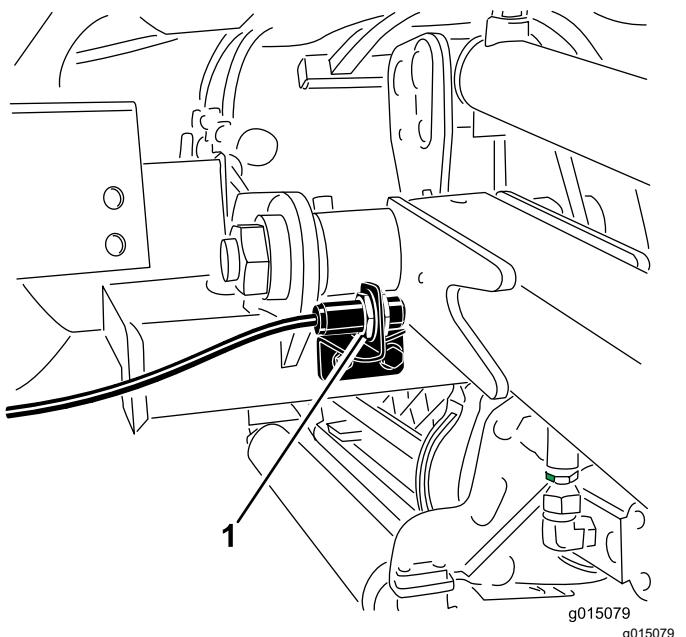

図 41
2. 昇降アームスイッチは、前右昇降アームの裏側にあります図 41。
3. スイッチの取り付けねじ図 41をゆるめ、スイッチの位置を上げると、昇降アームの旋回高さが高くなり、下げると、昇降アームの旋回高さが低くなる。